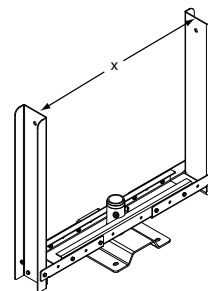

Figura 13 — Dimensión de Ancho del Ventilador para Soporte de Montaje en Cielo
- Consulte la tabla y la Figura 13 para conocer el ancho adecuado del ventilador. Alinee el Cubo Giratorio entre las Secciones del Brazo, deslice la Sección del Brazo hacia una dirección hasta obtener el ancho que desee. Sujete usando (4) sujetadores de 5/16 x 3/4 a cada lado del Cubo Giratorio.